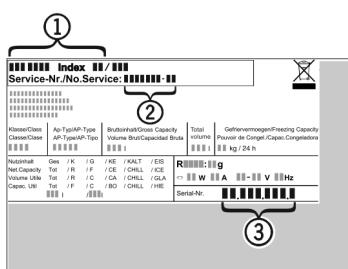

Fig. 11
- ▶ Назва пристрою Fig. 11 (1), сервісний номер Fig. 11 (2) та серійний номер Fig. 11 (3) вказані на табличці типів. Табличка типів знаходитьться всередині пристрою, зліва.
- ▶ Повідомте сервісну службу про характер неполадки, назву пристрою Fig. 11 (1), сервісний номер Fig. 11 (2) та серійний номер Fig. 11 (3).